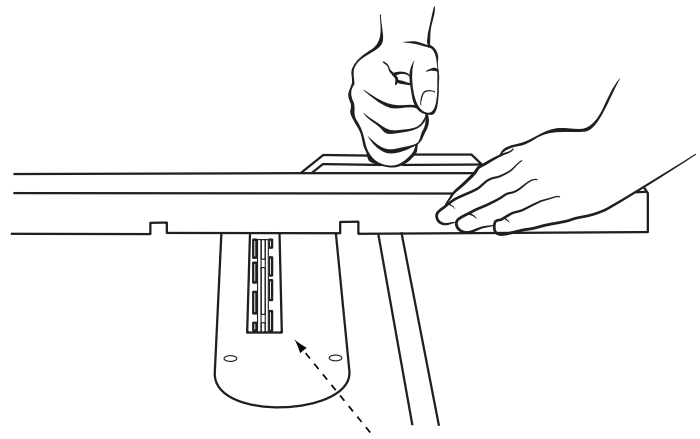

FIGURA 27
- Debe usar la placa de garganta para ajuste del cabezal para ranurar de accesorio, mostrado en la Figura 27, en vez de la placa de garganta estándar. Asegúrese de que la placa de garganta esté al nivel de la mesa antes de continuar.